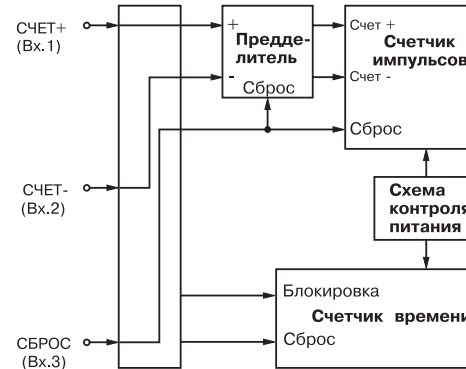

Рис. 12. Реверсивный счет с независимыми счетными входами
3.1.7.4. **Реверсивный счет с независимыми входами "счет+" и "счет-" и внешним сбросом** задается при значениях $inP=3$ (рис. 12).